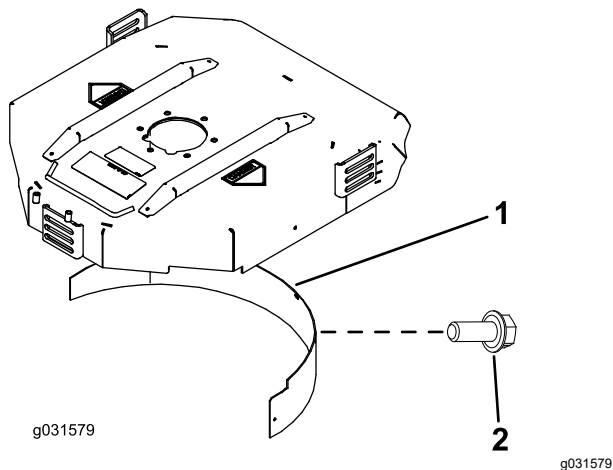

図 21
2. 後部の取り付け穴にマルチングバッフルを取り付け、フランジヘッドボルト 5 本で固定する 図 21。